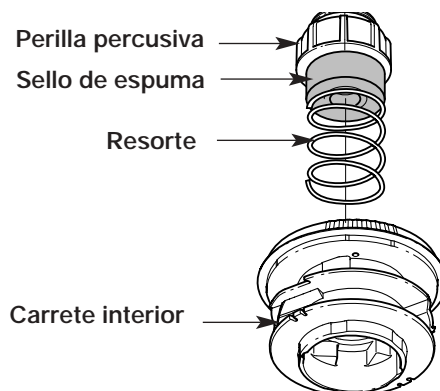

Fig. 21
1. Saque la perilla percusiva, el resorte y el sello de espuma girando la perilla percusiva en sentido antihorario (Fig. 21).
2. Saque la botón de tope, el resorte y el sello de espuma (Fig. 21).
7. Coloque la botón de tope, el resorte y el sello de espuma en la bobina exterior (Fig. 21).
3. Saque el carrete interior con la línea existente de la bobina exterior (Fig. 21).